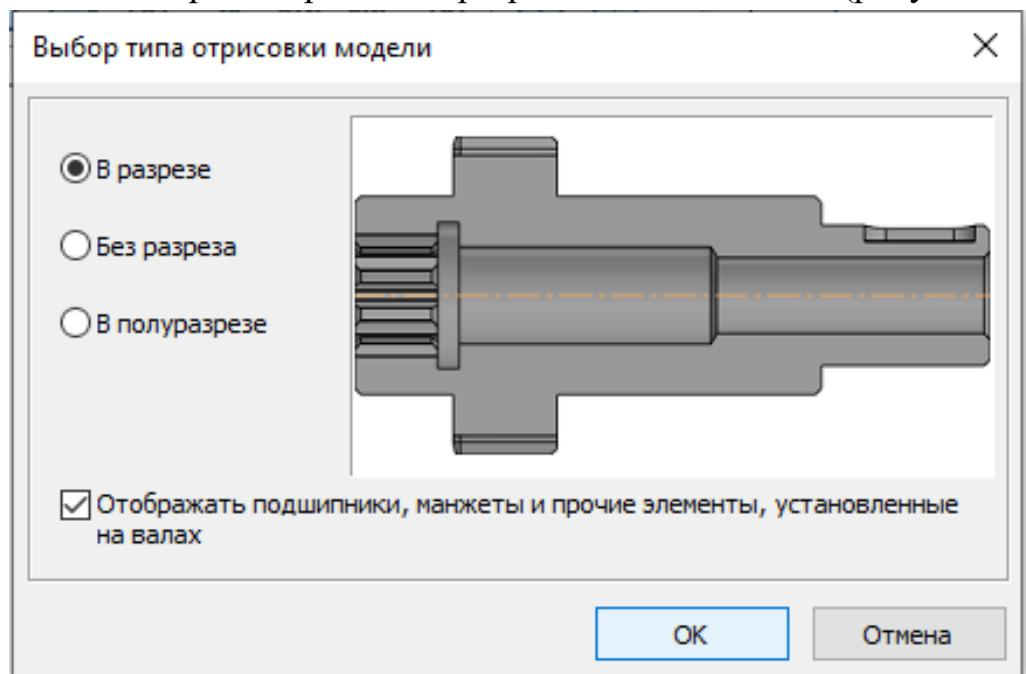

Рисунок 29 - Выбор типа отрисовки модели
- Нажмите на Панели управления окна «Валы и механические передачи 2D» сверху кнопку *Новая модель* . В открывшемся окне *Выбор типа отрисовки модели* выберите вариант «В разрезе» и нажмите *OK* (рисунок 29).